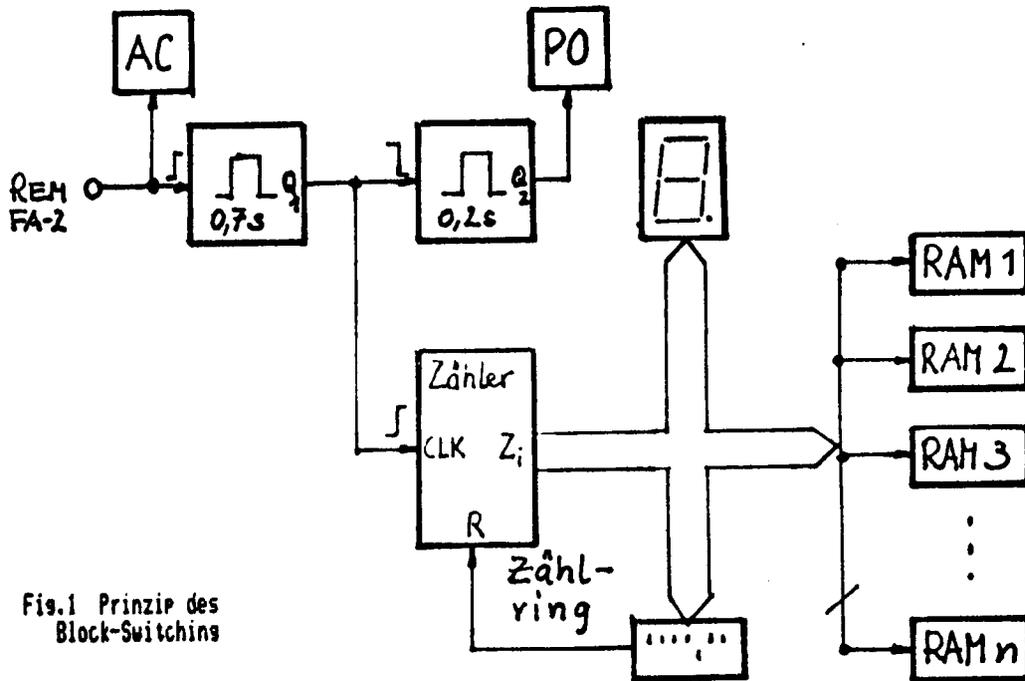

Fig.1 Prinzip des Block-Switching
c) Prinzipschaltung (Fig. 1)
Die in Fig. 5 gezeigte Schaltungsanordnung entspricht weitgehend dem Prinzipschaltbild nach Fig. 1. Die Anschlußbilder der verwendeten ICs sind in Fig. 6a - e angegeben.